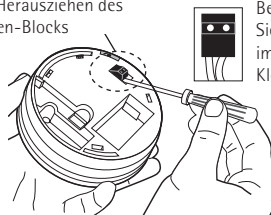

Abb. 14b
4. Heben Sie den Anschlussklemmenblock mit einem kleinen Schraubendreher vertikal heraus (siehe Abbildung 14b). Befestigen Sie die Kabel im Anschlussklemmenblock.
5. Schrauben Sie die beiden Kabeladern im Anschlussklemmenblock fest (siehe Abbildung 14b). Drücken Sie den Anschlussklemmenblock anschließend vorsichtig zurück auf die beiden Sockelstifte.